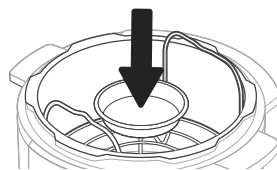

Figura 9.4
3. Vierta 354 ml de agua en la olla interior y coloque la rejilla de vapor dentro, después coloque el molde desmontable sobre la rejilla de vapor. **[Figura 9.4]**